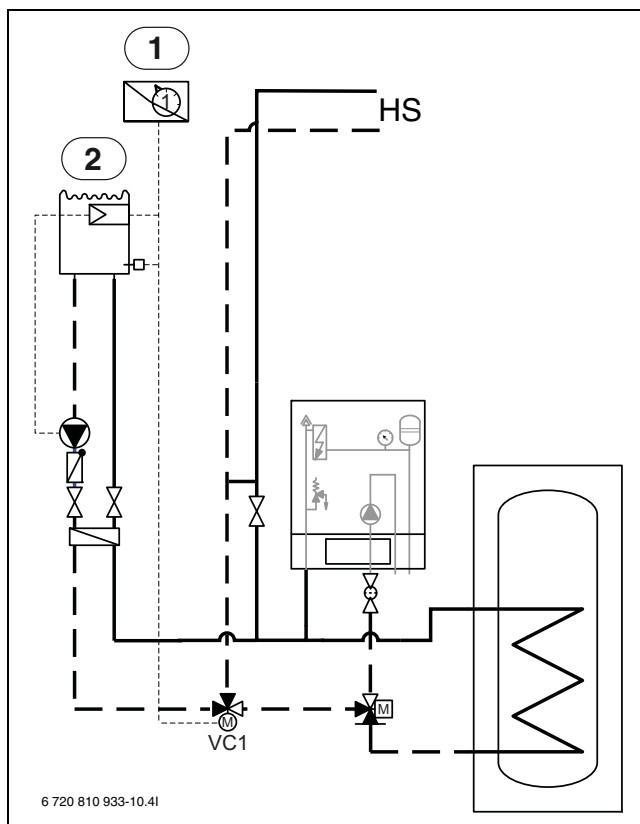

Fig. 11 Visualización de ejemplo para la instalación de piscina
- Montar el mezclador de piscina en el retorno a la unidad interior (→ [VC1] fig. 11).